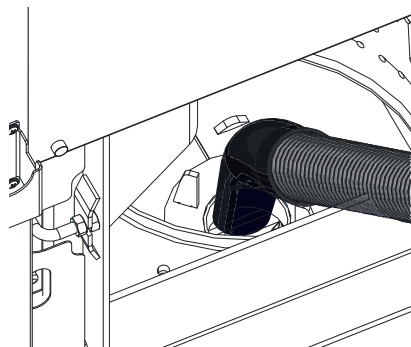

Fig. 43 Primärluftrohr mittels Saugrohr aussaugen
- ▶ Verbrennungsrückstände im Brennertopf mit Staubsauger absaugen. Asche auch aus Primärluftrohr (in der Mitte des Brennertopfes) saugen – Fig. 43.